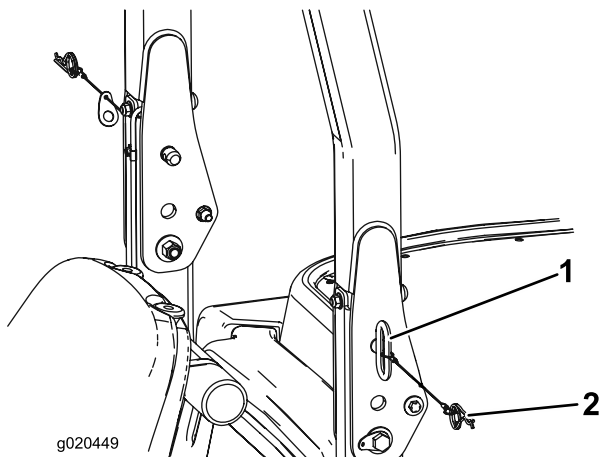

Figura 32
1. Para bajar la barra anti-vuelco, retire las chavetas y los dos pasadores (Figura 32).